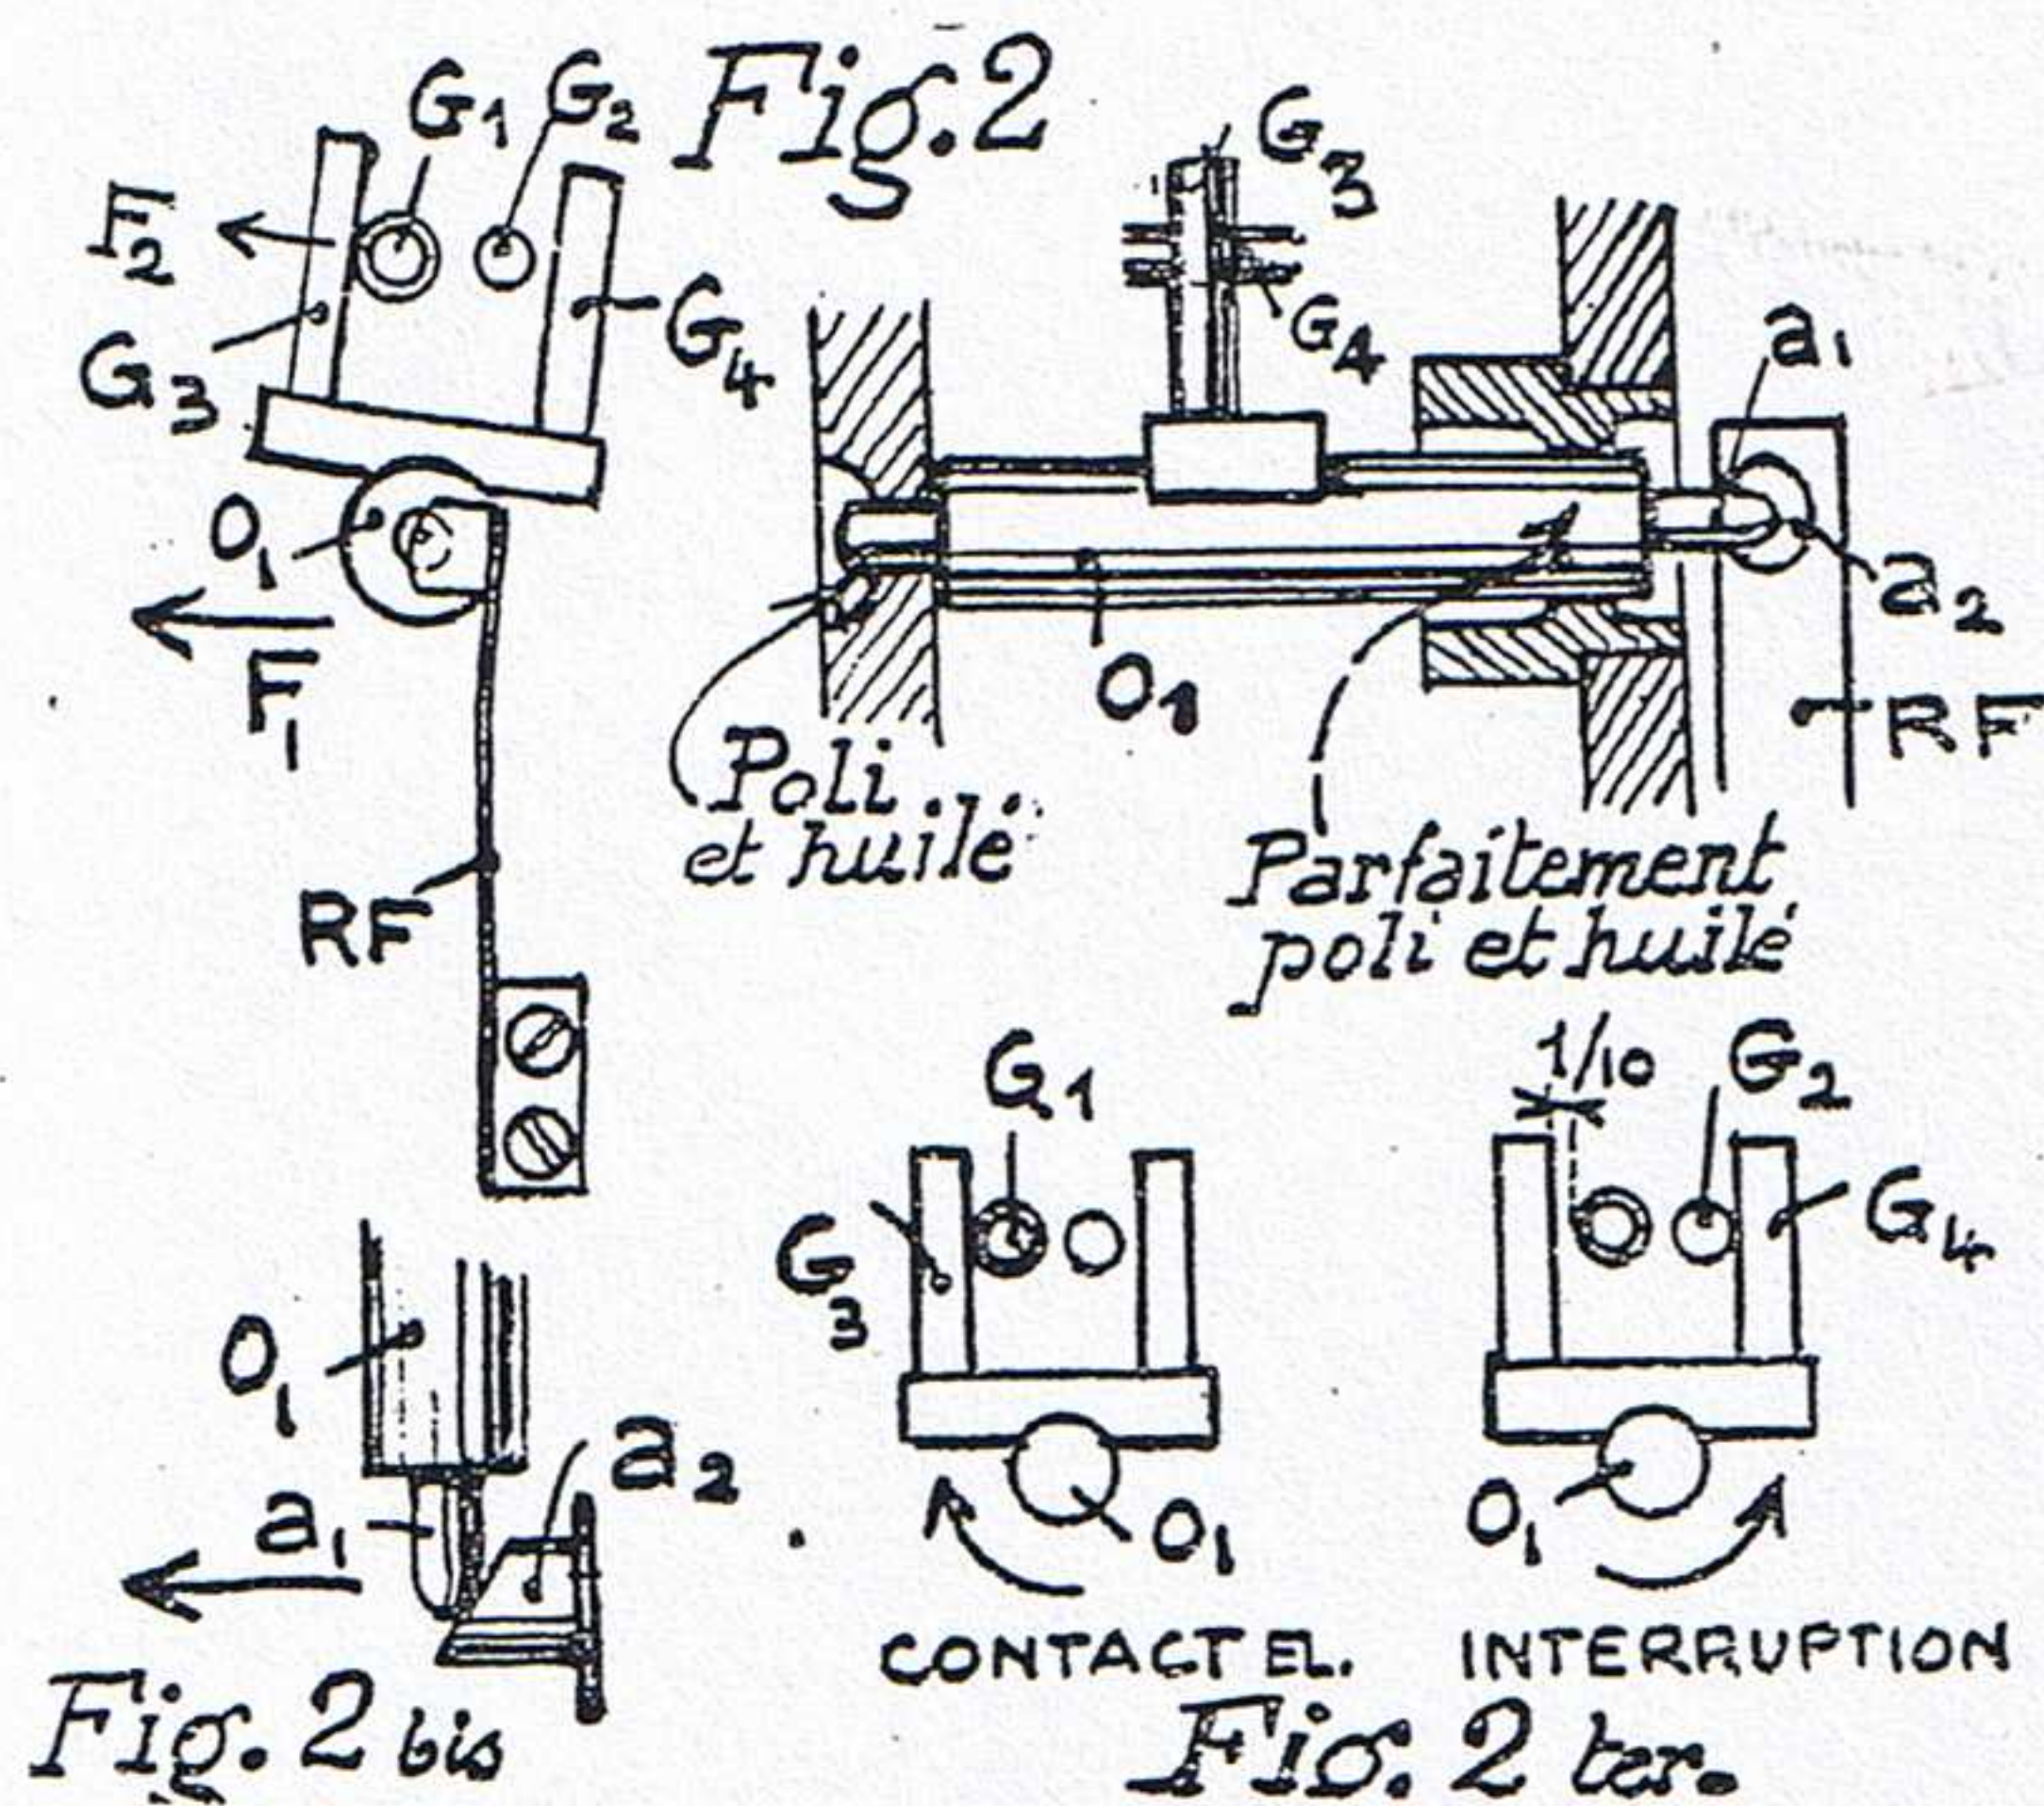

Fig. 2, 2 bis et 2 ter. — Détail de réalisation de l'interrupteur périodique
Cet interrupteur est chargé d'établir le courant dans les courses en sens *f* et de le couper en sens inverse. Le circuit électrique est représenté sur la fig. 2. Il est constitué par 4 goupilles, dont deux sont fixes (la goupille G_2 en acier et la goupille G_1 en or), et deux autres (la goupille G_3 en or, et
Il faut qu'il existe une petite pression entre les goupilles G_1 et G_3 , afin que le courant passe bien. Cette pression ne doit pas être trop forte, car il en résulterait une trop grande perte d'énergie qui empêcherait le balancier de prendre une bonne amplitude. La pression de contact de valeur convenable est obtenue au moyen d'un ressort frotteur RF qui appuie sur l'extrémité de l'axe o_1 de contact, comme l'indiquent les fig. 2 et 2 bis. Ce ressort permet également au courant électrique de passer de la tige du balancier à la goupille G_1 sans traverser les pivots huilés. Pour cela l'extrémité de l'axe est munie d'un plot en argent, ainsi que l'extrémité du ressort frotteur RF. La disposition adoptée, que montre la fig. 2 bis, a pour but de produire le frottement sur un diamètre très faible, car les surfaces d'argent en contact ne pouvant être huilées, et il est utile de réduire à l'extrême le frottement de glissement. A cet effet, le plot a_2
b) Le ressort frotteur RF (fig. 2 et 2 bis) doit appuyer sur le plan incliné du plot d'argent a_1 de l'axe O_1 avec une pression d'environ 4 grammes, que l'on vérifiera avec un petit dynamomètre (voir plus loin).
c) Il convient de s'assurer de plus, que le petit plot d'argent a_1 du bout de l'axe n'est pas excentré et que le ressort frotteur appuie sur lui par le plan incliné a_2 , comme l'indique la fig. 2 bis. Il faut aussi que la distance entre les goupilles G_3 et G_4 ne soit que très légèrement supérieure à celle des goupilles fixes (jeu de 1/10 à 2/10 seulement, lorsque le balancier est vertical), comme l'indique la fig. 2 ter. Toutefois, ce jeu doit être suffisant pour éviter tout risque de coïncement.